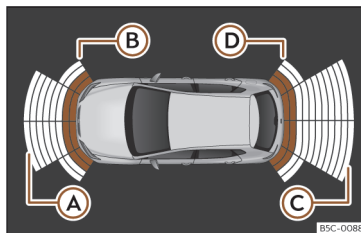

Fig. 195 Visualização do auxiliar de estacionamento no ecrã do sistema Infotainment.
através de sinais sonoros e no sistema Infotainment»»» **Fig. 195**.
No caso de avaria de algum sensor posterior, serão apenas apresentados os obstáculos nas áreas (A) e (B) >>> Fig. 195 . No caso de